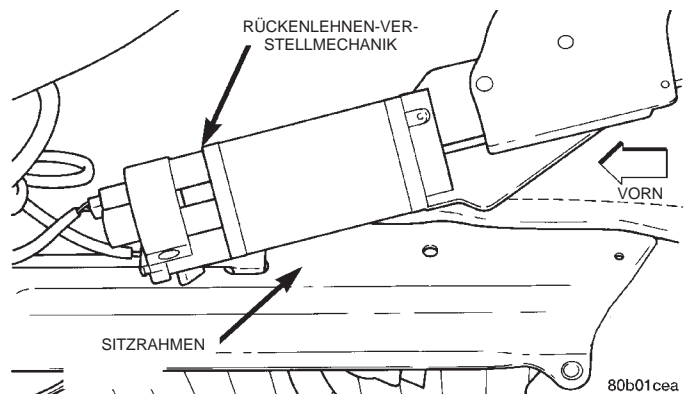

Abb. 5 Untere Halterung der Rückenlehnen-Verstellmechanik aus- und einbauen
(1) Den Sitz so weit wie möglich nach oben und nach vorn bewegen.
(2) Die drei Schrauben lösen, mit denen die Abdeckung des Sitzpolsters am Sitzrahmen befestigt ist, und die Abdeckung so weit vom Sitzrahmen abnehmen, daß die untere Halterung der Rückenlehnen-Verstellmechanik sichtbar ist.
(3) Falls möglich, die Rückenlehne mit dem Verstellschalter so verstellen, daß die beiden Schrauben an der unteren Halterung der Rückenlehnen-Verstellmechanik gelöst werden können.
(4) Batterie-Minuskabel abklemmen und elektrisch isolieren.
(5) Die beiden Schrauben lösen, mit denen die untere Halterung der Rückenlehnen-Verstellmechanik am Sitzrahmen befestigt ist (Abb. 5).